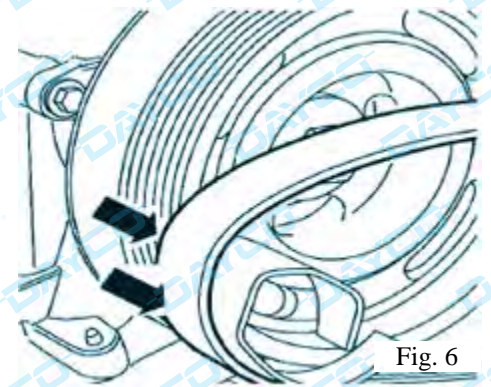

Fig. 6
- Coloque la correa alrededor de la polea del compresor de aire acondicionado, debajo de la polea del cigüeñal y en el utensilio para instalar la correa (Fig. 6).